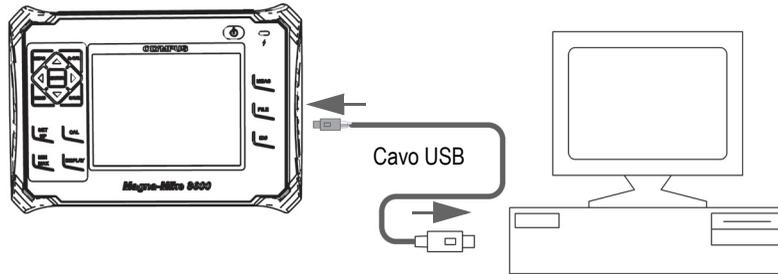

Figura 8-2 Connettere il Magna-Mike 8600 a un computer
7. Connettere un terminale del cavo USB al connettore USB client protetto dallo sportellino I/O e connettere l'altro terminale in una porta USB del computer (vedere Figura 8-2 a pagina 155).